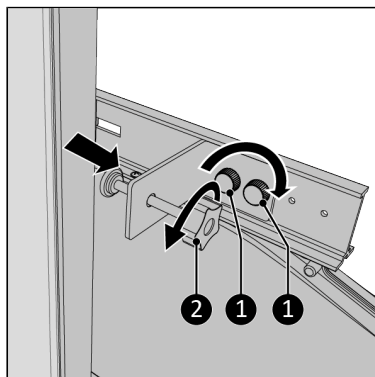

Figure 168.
13. Resserrez complètement la vis de fixation (Figure 168, pos. 2).
15. Vissez le support de fixation au rail principal au moyen des deux vis à bouton (Figure 168, pos. 1).